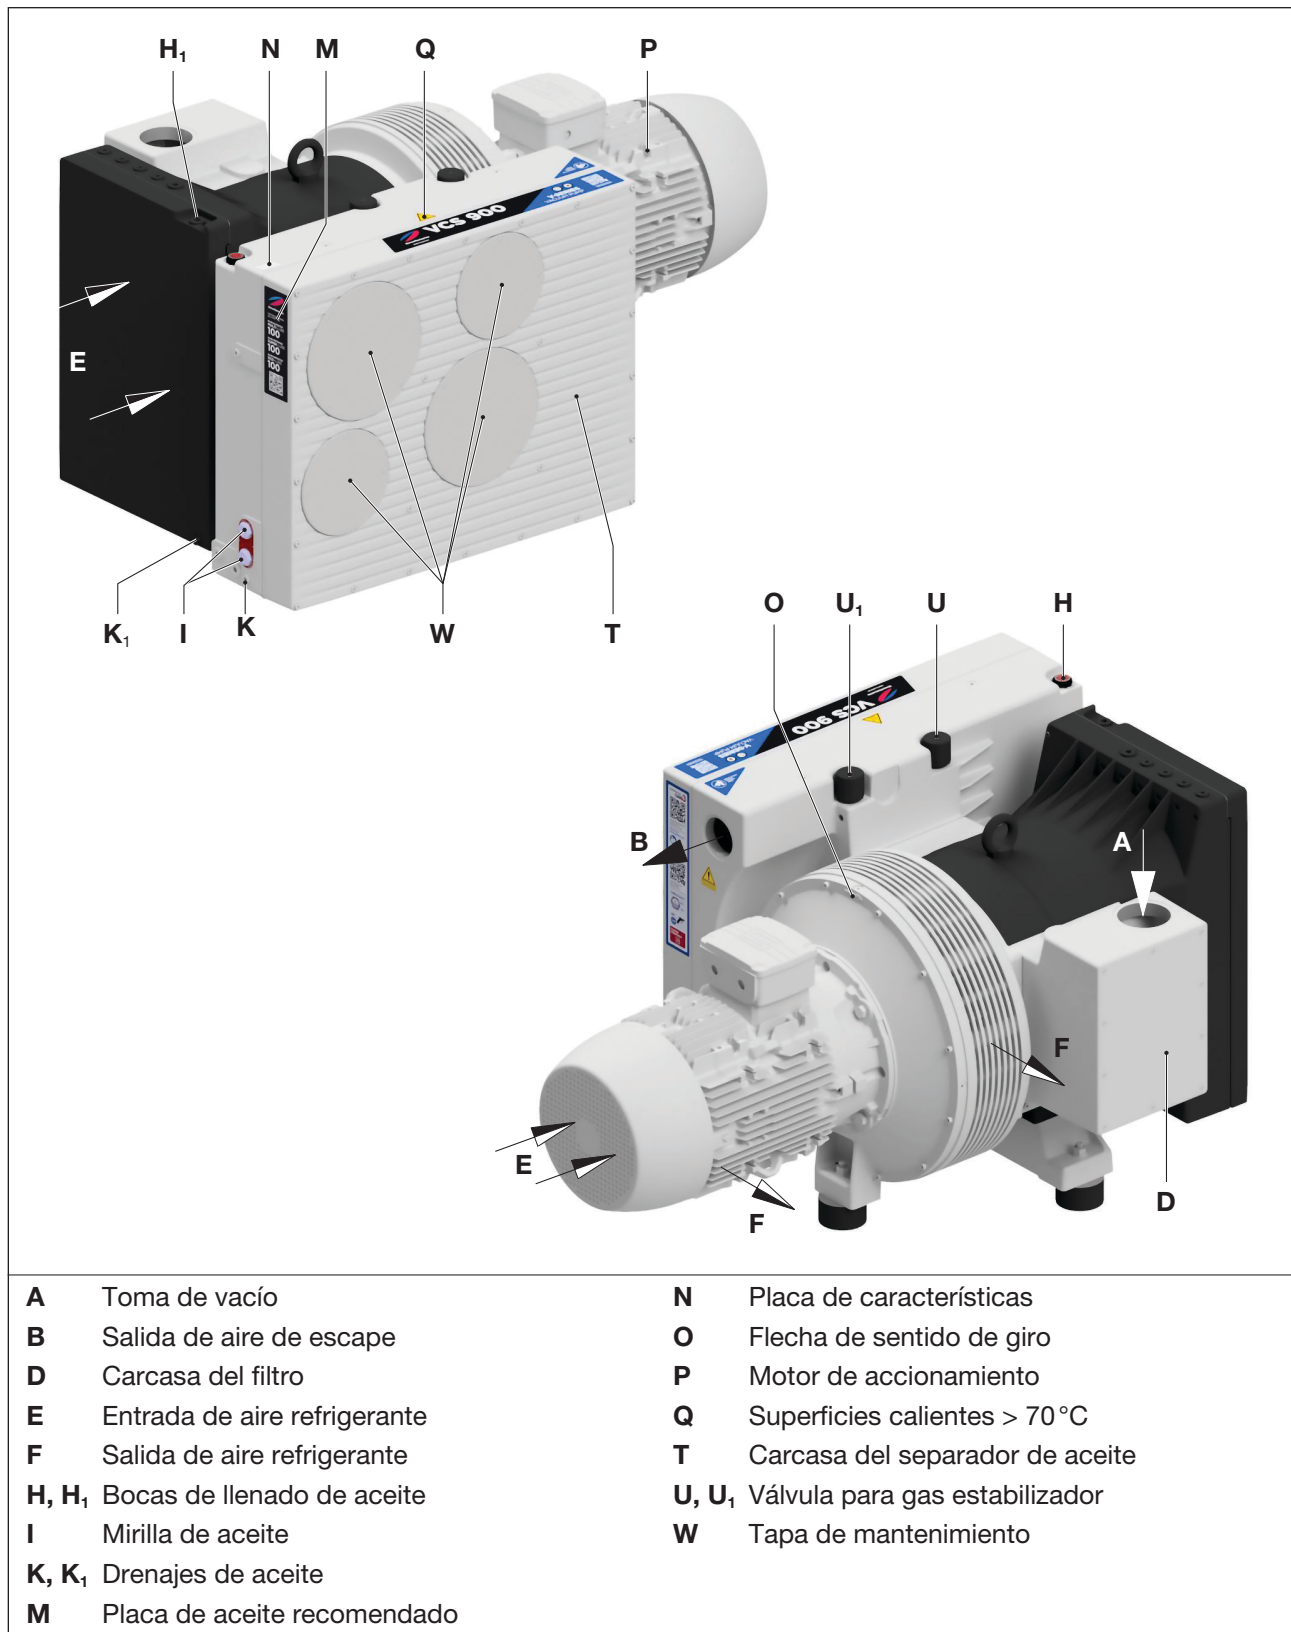

Fig. 2 Bomba de vacío V-VCS 400–900
- La carcasa del filtro (Fig. 2/D), las bocas de llenado de aceite (Fig. 2/H, H₁), la mirilla de aceite (Fig. 2/I), el drenaje de aceite (Fig. 2/K, K₁), la válvula para gas estabilizador (Fig. 2/U) y la carcasa del separador de aceite (Fig. 2/T) deben ser fácilmente accesibles.
La conexión de vacío (Fig. 2/A) se encuentra en la carcasa de aspiración (Fig. 2/D).
- Retirar los tapones ciegos de la conexión de aspiración (Fig. 2/A) y de la salida del aire de escape (Fig. 2/B).
- Conectar la tubería a la conexión de vacío (Fig. 2/A).
- El aire aspirado puede expulsarse por la salida del aire de escape (Fig. 2/B) o a través del tubo flexible o la tubería.
- Comprobar el nivel de aceite lubricante a través de la mirilla del aceite (Fig. 2/I) y, en caso necesario, añadir más.